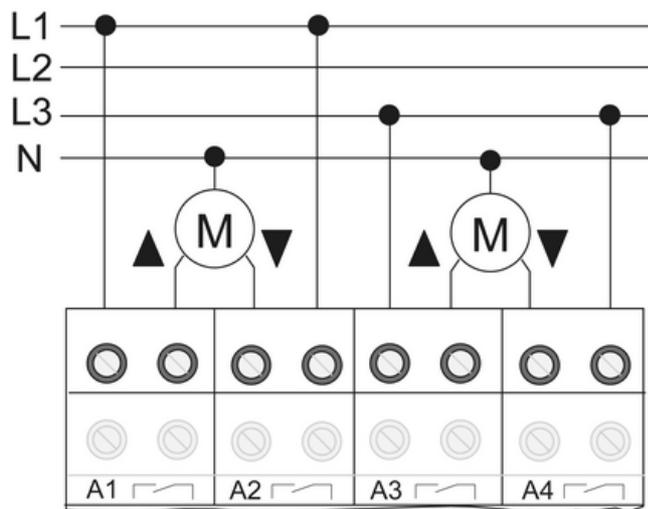

Рисунок 5: Пример подключения двигателей жалюзи
- Подключение двигателей жалюзи (рисунок 5).